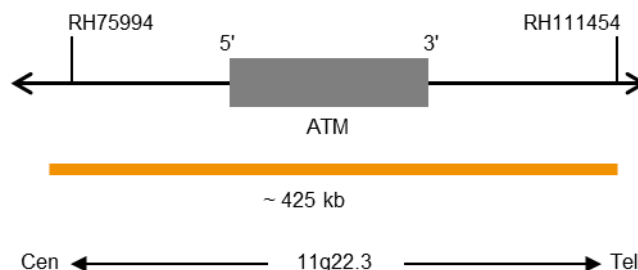

Fig. 1: SPEC ATM Mapa de la sonda (no está a escala)
- Polinucleótidos marcados en naranja (excitación a 547 nm/emisión a 572 nm) ZyOrange (~4,5 ng/μl), dirigidos a secuencias localizadas en 11q22.3* (chr11:107,957,618-108,380,921) que albergan la región del gen ATM (ver Fig. 1).